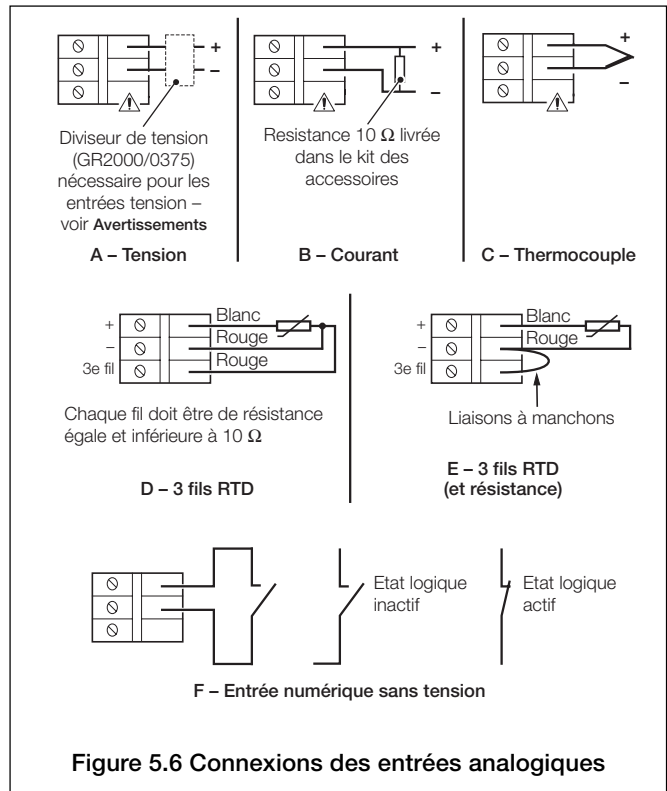

Figure 5.6 Connexions des entrées analogiques
5.4.1 Courant et Tension – Figure 5.6
5.4.2 Thermocouple – Figure 5.6
5.4.3 Sondes à résistance (RTD) – Figure 5.6